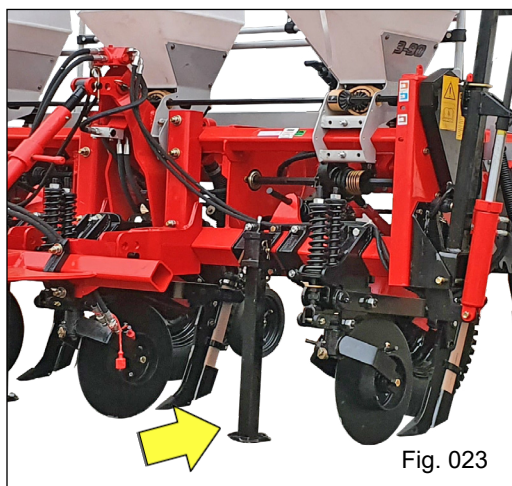

Fig. 023
Para efetuar o acoplamento da plantadora ao trator, é necessário que os pés de apoio estejam fixos e apoiados ao solo (Fig. 023).
e) Depois de acoplada plantadora ao trator, acione o cilindro hidráulico, levante os pés de apoio “A” (Fig. 023) e fixe-os através do pino trava e trava de aço.